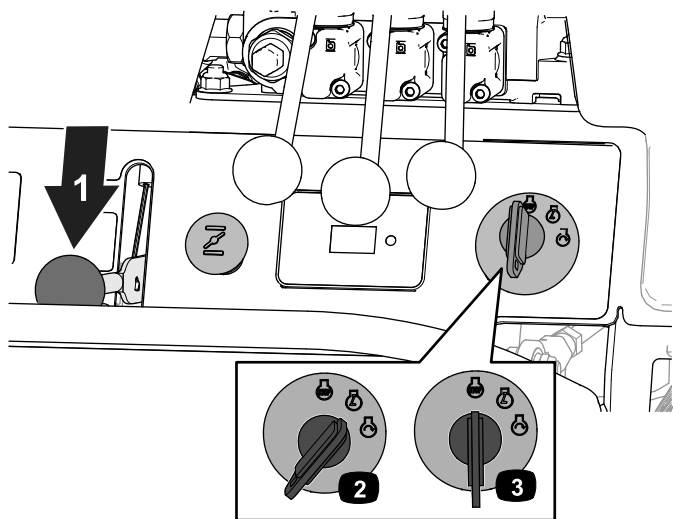

図 28
4. スロットルを 低速位置に動かす 図 28。
5. イグニッションキーを STOP 位置に回す 図 28。